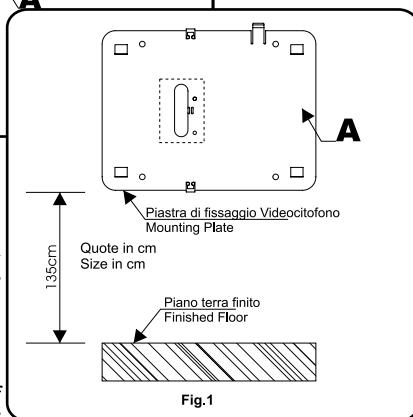

Fig.1
- Place the mounting plate **A** against the wall as shown in **fig.1** (135cm from floor level); and mark the fixing holes for the four wall plugs **B** (**fig.2**) and for the back box **C** if used (**fig.2**) which must be flushed into the wall in line with the opening **D** as shown in **fig.2**.
- Appoggiare al muro la piastra di fissaggio **A** come indicato in **fig.1** (135cm da terra); prendere i riferimenti dei quattro fori per l'inserimento dei 4 tasselli ad espansione **B** (**fig.2**) e, nel caso si impieghi, prendere il riferimento per la scatola da incasso **C** (**fig.2**), che dovrà essere murata in posizione centrale rispetto all'apertura **D**, al fine di agevolare il passaggio dei fili come mostrato in **fig.2**.